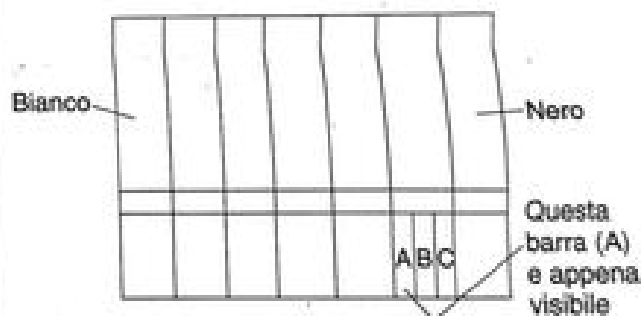

Fig. 6
2. Premete il tasto MENU. (Ad ogni pressione del tasto MENU, il display cambia da BRT, CNT, COL, TNT e SHP in ordine.) Selezionate BRT e premete i tasti [P+/P-] in modo tale che la barra (A), nella Fig. 6, sia appena visibile.